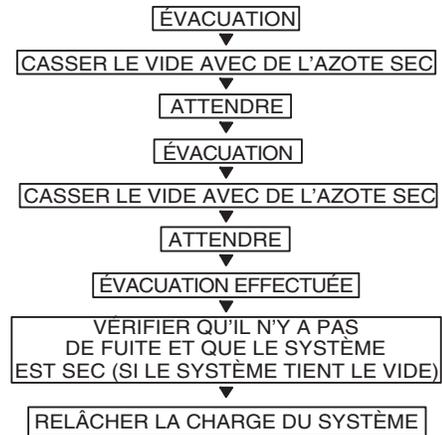

Fig. 21 – Méthode d'évacuation triple
Consultez la fig. 21 et procédez comme suit :
5. Répétez cette procédure comme indiqué à la fig 21. Le système sera ensuite exempt de contaminants et de vapeur d'eau.